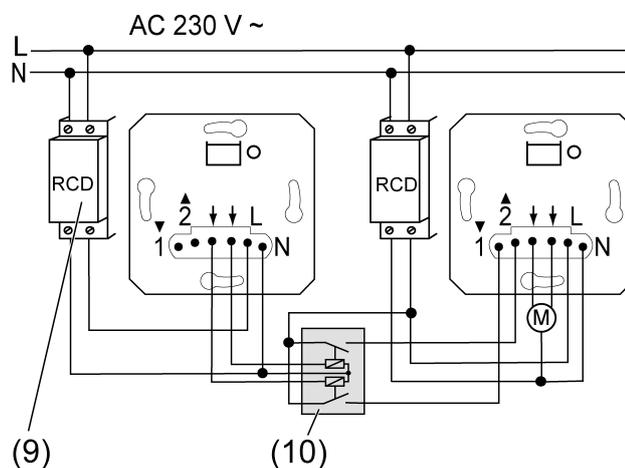

Figure 5: Exemple de raccordement de deux circuits RCD
- Raccorder les appareils conformément à l'exemple de raccordement (Figure 5).